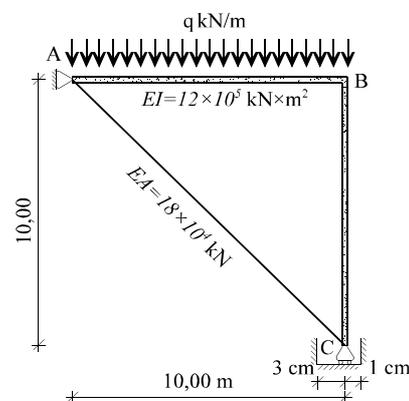

Figura 23
23) El pórtico atirantado de la figura 23 está formado por dos vigas AB y BC y un cable AC cuyas rigideces se dan en la figura. El punto C tiene restringidos los movimientos horizontales de la manera que se indica en la propia figura. Se pide: